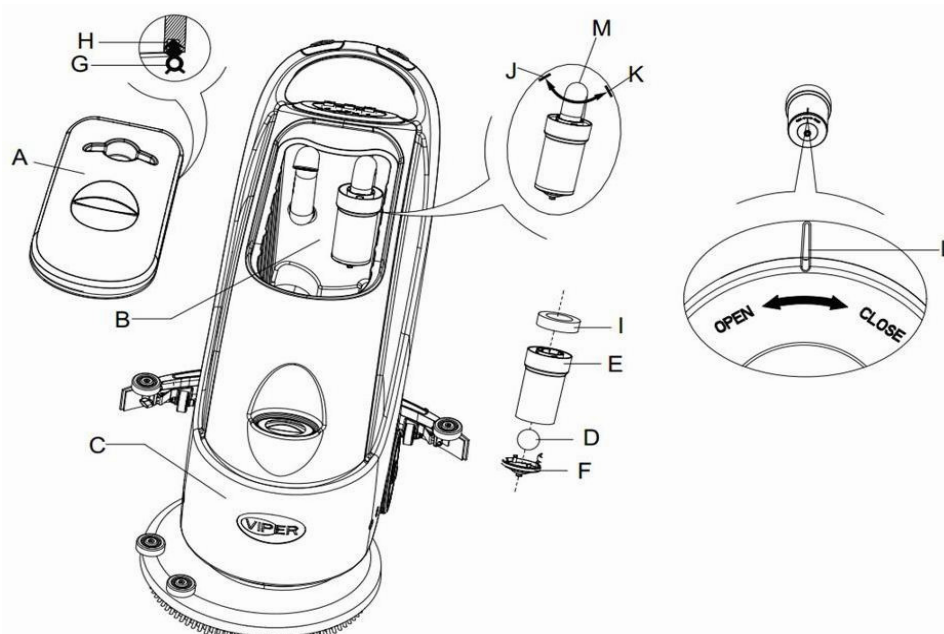

Figura 16
2. Presione el interruptor de encendido (41) en posición "O" para apagar la máquina.
3. Abra la tapa del tanque de recuperación (A, Figura 16) y retire el dispositivo del flotador (36) del tanque de recuperación.
4. Use agua fresca para lavar la tapa del tanque de recuperación (A), el tanque (B y C), y el bastidor del filtro del flotador (E). A través del Tubo de Recuperación (15), vacíe toda agua del tanque.
5. Si hace falta, siga los símbolos "Abierto" y "Cerrado" como se indica en la Figura 16, abra la tapa inferior (F) del filtro del flotador y limpie el flotador (D), su filtro, el bastidor (E), y la esponja del filtro. Después de limpiar, fije el flotador sobre el bastidor del filtro (E), luego alinee la ranura marcada (L) de la tapa inferior (F) del filtro del flotador con la ranura (L) del bastidor del filtro (E). Apriete la tapa inferior (F) del filtro del flotador y fije la esponja del filtro (I) sobre el bastidor (E), y luego sobre la manguera de aspiración (M).
6. Compruebe la integridad del anillo de sellado (G) de la tapa del tanque de agua.
Si es necesario, la tira de sellado del tanque de agua (G) se puede sacar de la ranura (H) y ser reemplazada. A la hora de ensamblar una nueva tira de sellado del tanque de agua, como indica la Figura 16 más abajo, instale el conector en la sección central de la parte posterior.
7. Compruebe si la superficie de recepción de la tira de sellado (G) está intacto y sella adecuadamente.
8. Cierre la tapa del tanque de recuperación (A).